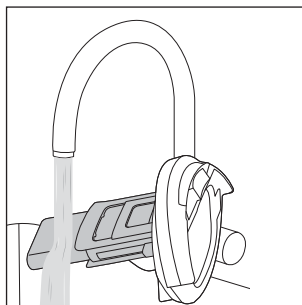

Fig. 25
- ◆ Pulire il filtro anti sporco ❶, il galleggiante ❸ e il coperchio del contenitore dell'acqua sporca ❹ sotto acqua calda corrente (vedere fig. 25). Se necessario utilizzare un detergente delicato.